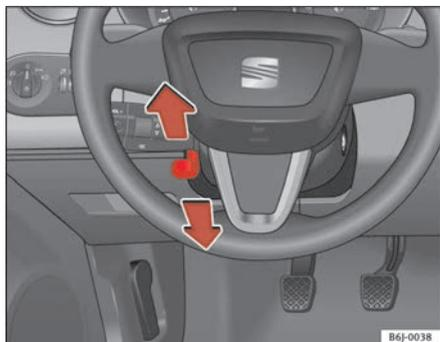

Fig. 91 Regulação da altura do volante
- Virar para baixo a alavanca ⇒ fig. 91 por baixo da coluna da direcção ⇒ .
- Ajustar o volante até ser atingida a posição pretendida ⇒ fig. 91.
- Ajustar o banco do condutor ou o volante, de modo a que a distância entre o volante e o esterno seja de pelo menos 25 cm ⇒ fig. 91. Se não se respeitar a distância mínima, o sistema de airbag não pode exercer a sua função de protecção – perigo de morte!